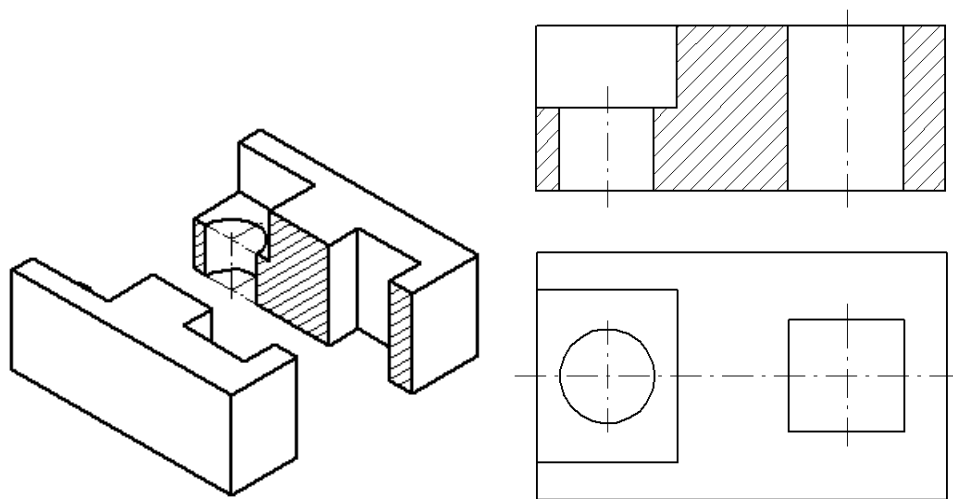

Рис.107 Простой разрез
- простые - при одной секущей плоскости (рис.107);
В случае, когда в простом разрезе секущая плоскость совпадает с плоскостью симметрии предмета, разрез не обозначается (рис.107). Во всех